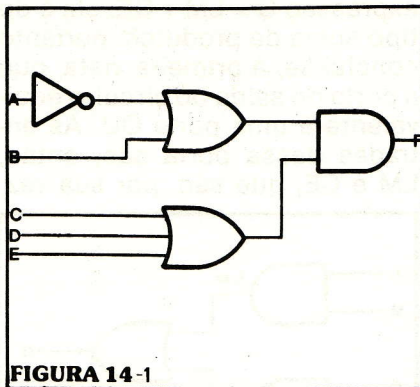

FIGURA 14-1
- Idem, para o circuito da figura 14-1.